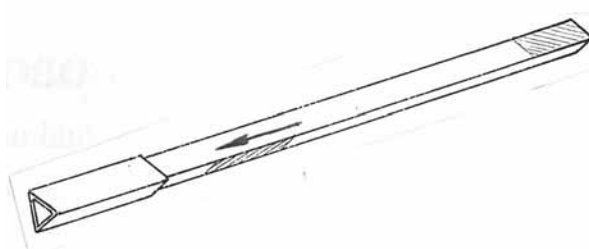

Рис. 4
3. Очень аккуратно, но без клея, намотать всю полоску груза (рис. 4). Чтобы намотка получилась плотной и красивой обязательно каждую последующую линию сгиба продавливать вдоль уже намотанной части груза. Последнюю полоску груза закрепить клеем.